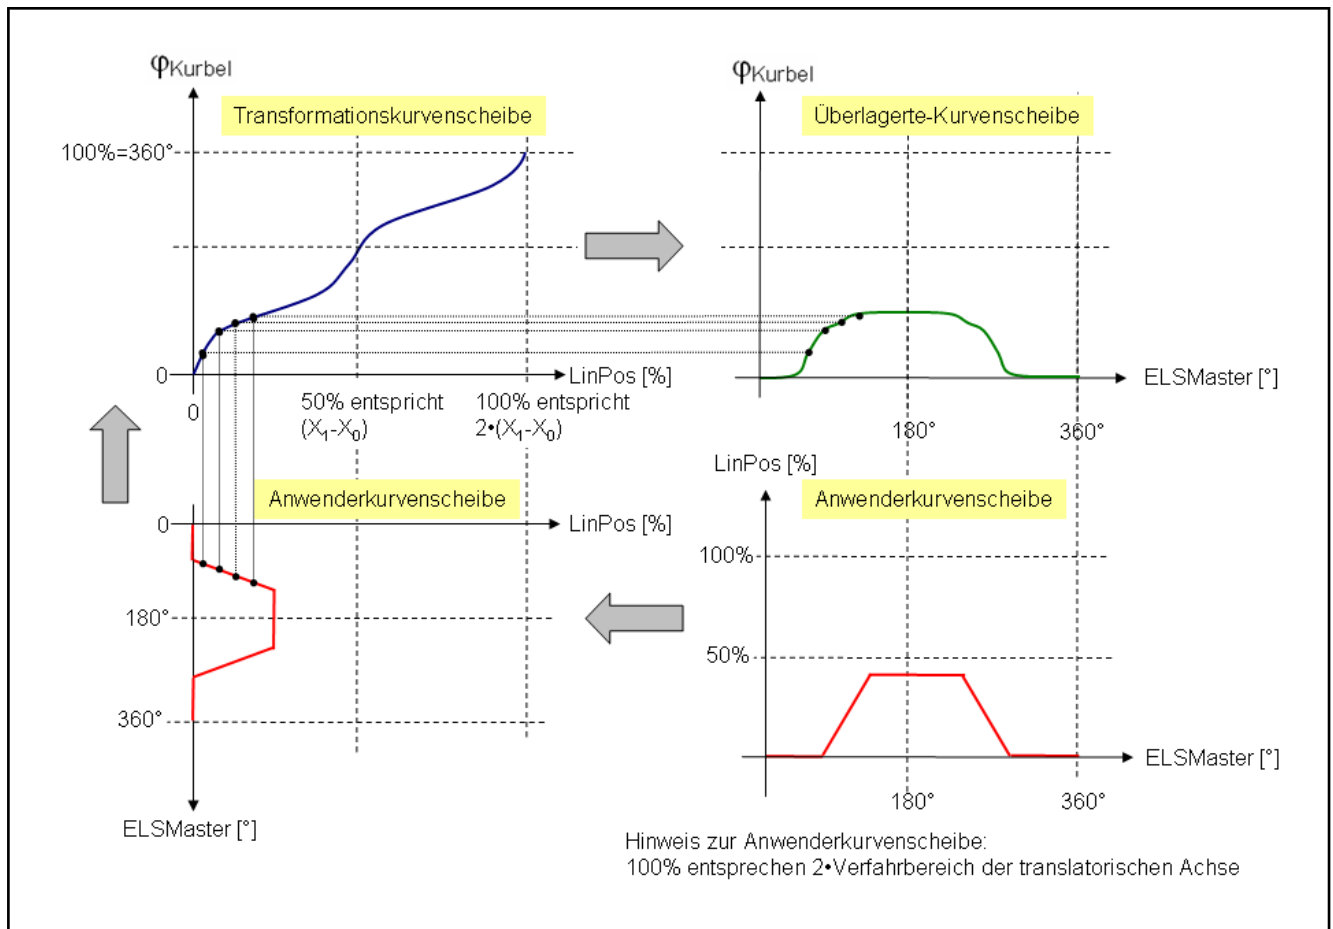

Abb. 6-22: Prinzip der Kurvenscheiben-Überlagerung
Das Überlagerungsprinzip ist in Abb. 6-22 "Prinzip der Kurvenscheiben-Überlagerung" auf Seite 431 gezeigt. Die nutzerdefinierte Kurvenscheibe muss 1024 Datenpunkte enthalten und die Bewegung der translatorischen Achse in Bezug auf die Leitachse definieren (ungeachtet der Kurbelkinematik).
2. Ausgabe einer überlagerten Kurvenscheibe durch den Funktionsbaustein MB_CamTableCrankSuperimposed, die durch Überlagerung einer nutzerdefinierten Kurvenscheibe in eine Transformationskurvenscheibe berechnet wurde (siehe Abb. 6-22 "Prinzip der Kurvenscheiben-Überlagerung" auf Seite 431).